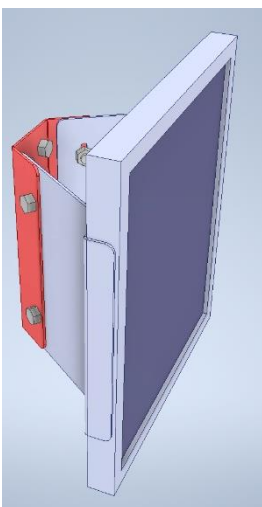

Fig.16
- 1-Assemblare il “pannello solare” con la “staffa a muro” come se dovessimo procedere con la configurazione per fissaggio a muro. (Fig.16)